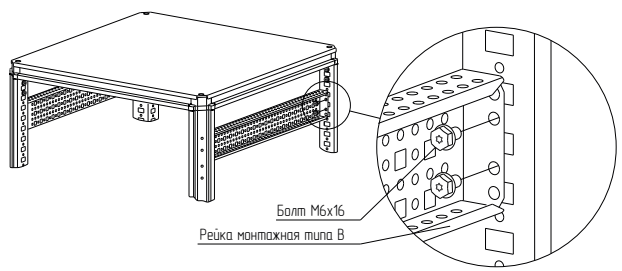

Рисунок 15
4.6.2.2 Установить рейку монтажную тип В между стоек каркаса на нужной высоте и закрепить болтами М6×16 (рисунок 15). Момент затяжки – 7 Н·м. Болты приобретаются отдельно.